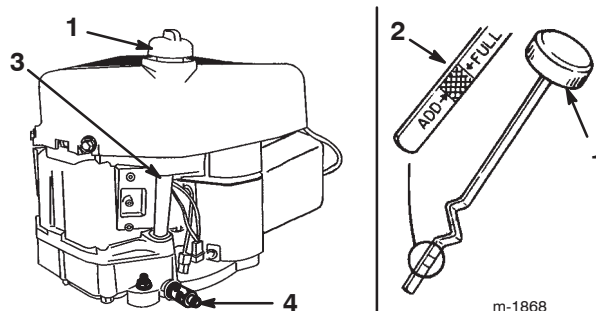

Figure 18
7. Nettoyez la surface autour de la jauge d'huile (Fig. 18) pour éviter que des impuretés ne s'introduisent dans le goulot de remplissage, ce qui risquerait d'endommager le moteur.
8. Dévissez la jauge d'huile et essuyez soigneusement l'extrémité métallique (Fig. 18).
9. Revissez la jauge complètement dans le goulot de remplissage (Fig. 18).
12. Nettoyez la surface autour de la jauge d'huile et dévissez le bouchon (Fig. 18).
13. Versez lentement environ 80% de la quantité d'huile moteur dans le goulot de remplissage (Fig. 18) (voir Vidange de l'huile moteur et remplacement du filtre, page 22).